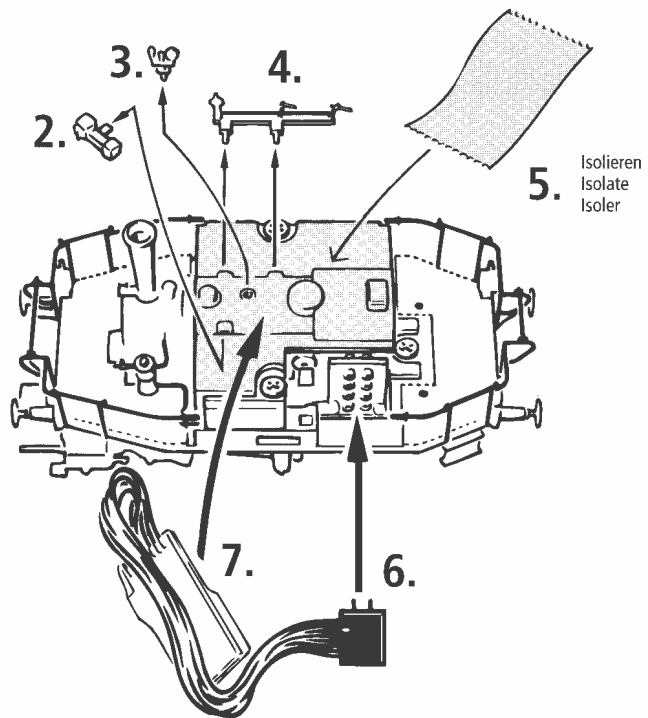

Fig. 7
3. Kohlebürstenwechsel: Lokgehäuse abnehmen (Fig. 3). Danach wird der **Motor ausgebaut** und die **Kohlebürsten ausgewechselt** (Fig. 7).
Zusammenbau: Bitte achten Sie beim Zusammenbau auf die richtige Lage der Kontakte (Fig. 7).
3. Carbon Brush Changing: First remove loco body (fig. 3), and then the motor (fig. 7).
3. Remplacement des balais du moteur: Démontez la caisse (voir fig. 3). Sortez ensuite le moteur de son longement (voir fig. 7) et échangez finalement le balais.